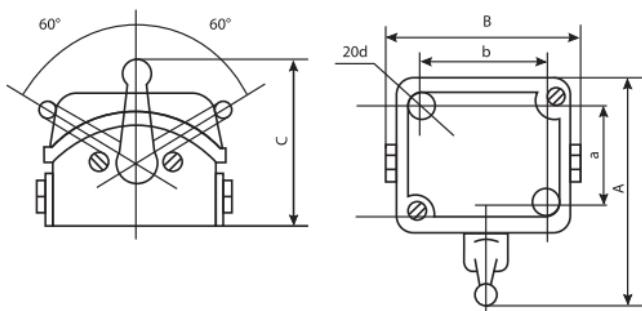

Рисунок 1.
1.6. Габаритные и установочные размеры рубильников приведены в табл.2 и на рис.1.